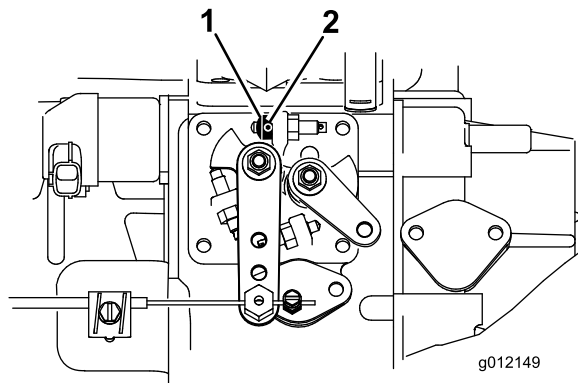

Figura 8
1. Afloje el tornillo de fijación del tope del acelerador (Figura 8).
2. Deslice el tope del acelerador sobre el tornillo de tope de ralentí alto (Figura 8). El extremo achaflanado del tope del acelerador debe quedar hacia fuera.